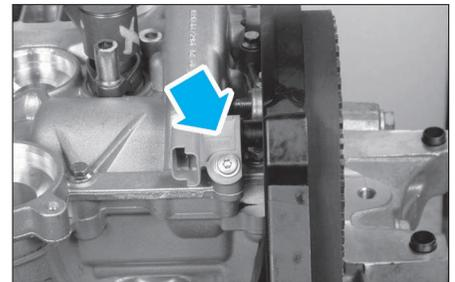

FIG. 52
- le capteur de position d'arbre à came (Fig.52).